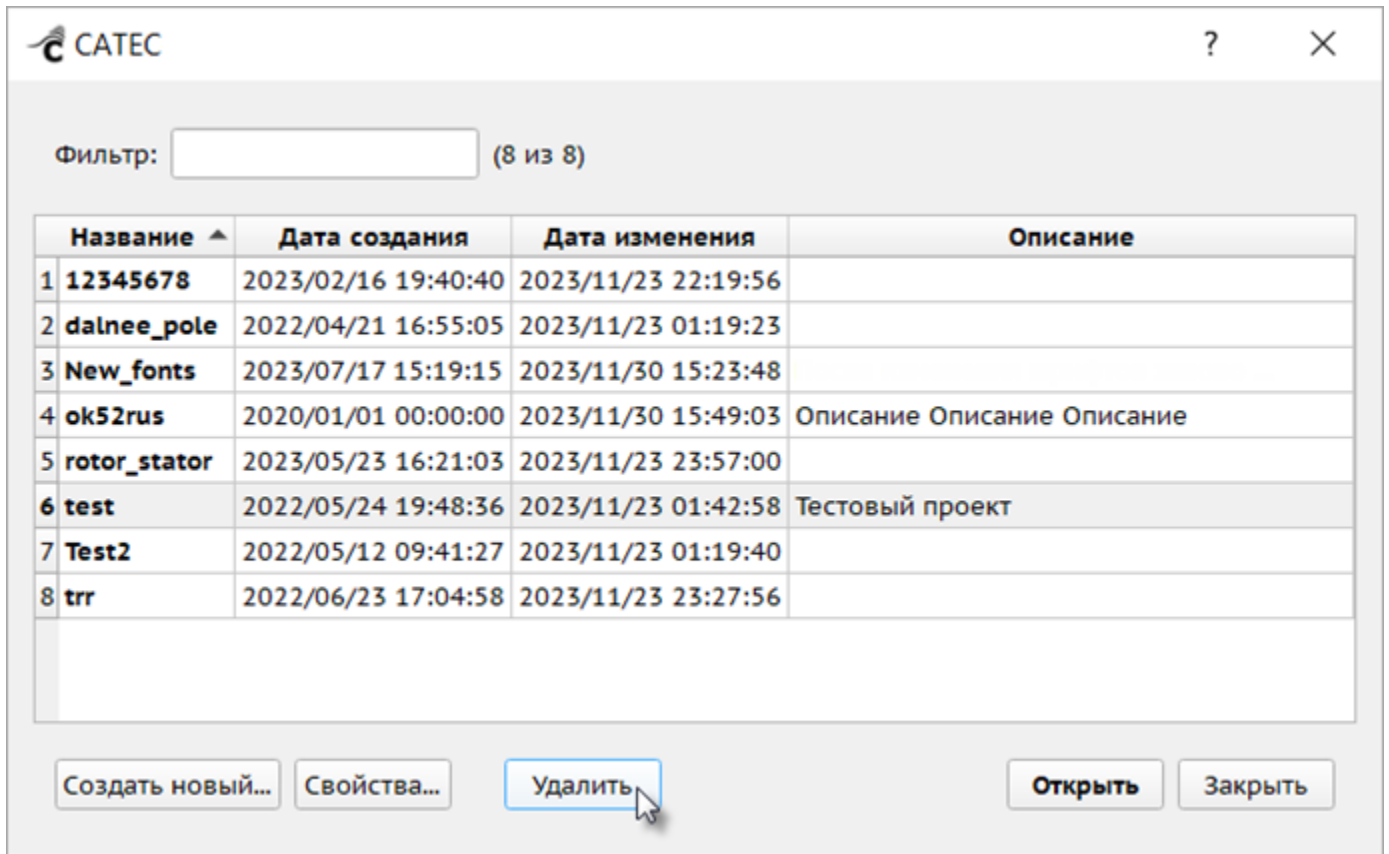

Рисунок 488 – Окно управления проектами, кнопка «Удалить»
3. В окне управления проектами (меню «Проект», команда «Открыть проект...») выбрать в таблице проект и нажать на кнопку «Удалить» (Рисунок 488).